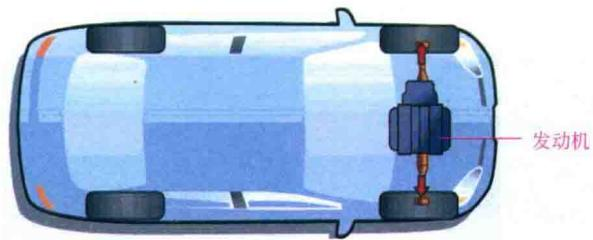

图 1.1-8 前置前驱
(2) 前置前驱 即发动机前置、前轮驱动，如图1.1-8所示。